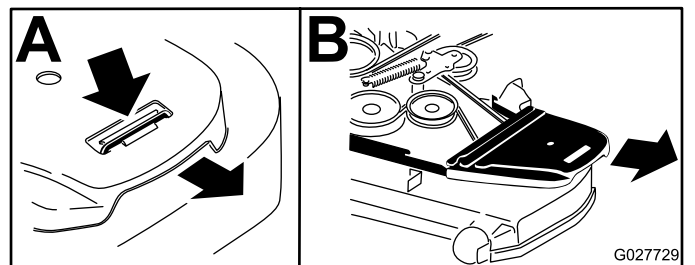

Bild 59
7. Entfernen Sie die Riemenabdeckungen (Bild 59).